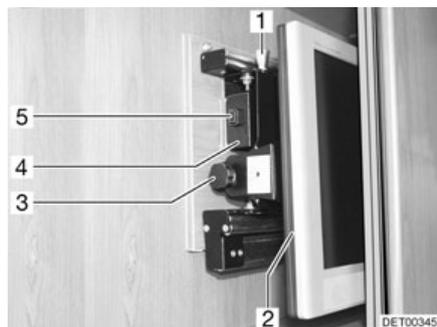

Fig. 66 Meuble télévision
- Appuyer sur le bouton de déverrouillage (Fig. 66,5) et tirer le support de l'écran plat jusqu'à la butée vers l'avant, à l'aide de la poignée (Fig. 66,4).
- Tirer le bouton de déverrouillage (Fig. 66,1) et faire pivoter l'écran plat (Fig. 66,2) dans la position souhaitée.
- Desserrer la vis moletée (Fig. 66,3).